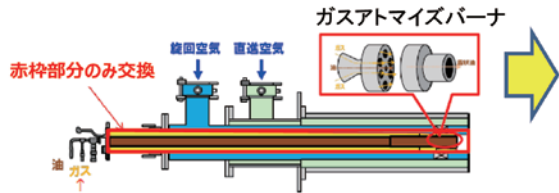

図1 天然ガス・重油混焼バーナ(ガスアトマイズバーナ)概略
- ・中心のガン部分のみの交換で済むように工夫し、2時間以内の炉停止で燃料転換が可能(図1の赤枠部分のみ)